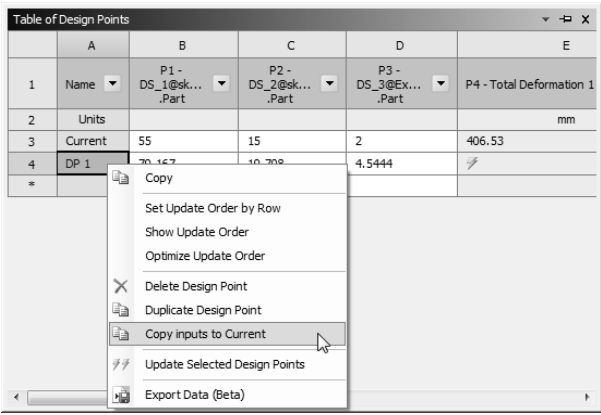

图 12-52 选择【Copy inputs to Current】命令
- 4) 双击流程图中的【Parameters Set】选项，进入参数设置空间，在【Table of Design Points】窗口中选中 DP1（上一步插入到设计空间的候选设计点），单击鼠标右键，在弹出的快捷菜单中选择【Copy inputs to Current】命令，将设计点 DP1 输入参数复制到当前设计点，如图 12-52 所示。